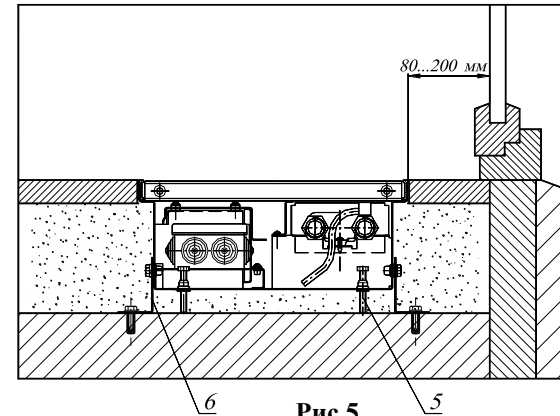

Рис.5
- 5.2 Конвектор монтируется в пол, для этого необходимо установить корпус конвектора в заранее подготовленный канал в полу и выровнять его по уровню чистого пола, с помощью упорных болтов 5 закрепив опорами 6 (см. Рис.5).